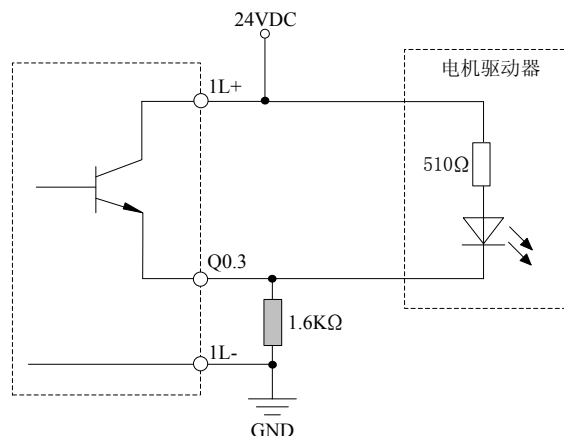
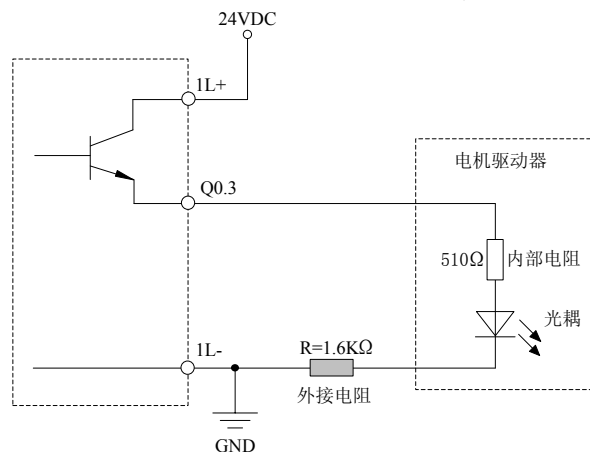

图2.8.2 LM3108高速输出与电机接线示例1(Q1.1接法相同)
图2.8.3 LM3108高速输出与电机接线示例2(Q1.1接法相同)
- 图2.8.2、图2.8.3分别是高速输出端子与电机接线的两种示意图，外接1.6KΩ电阻值适用于电机驱动额定电流为十几毫安时的情况。由于图2.8.2所示接线方式抗干扰能力强，推荐选用此接线方式。图2.8.3所示接线方式，适用于对精度要求不高的场合。